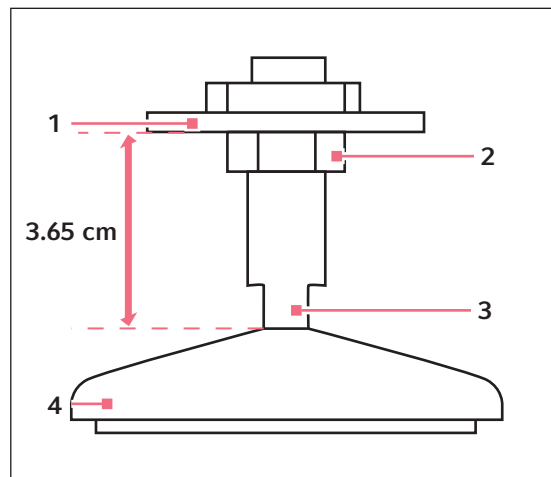

Abb. 6-2: Stellfuß (wie geliefert)
1. Wenn Sie einen Fuß justieren, halten Sie immer an der oberen Sicherungsmutter mit einem Mutternschlüssel gegen, damit der Gewindebolzen nicht herausfällt (siehe Abb. 6-2 auf S. 23).